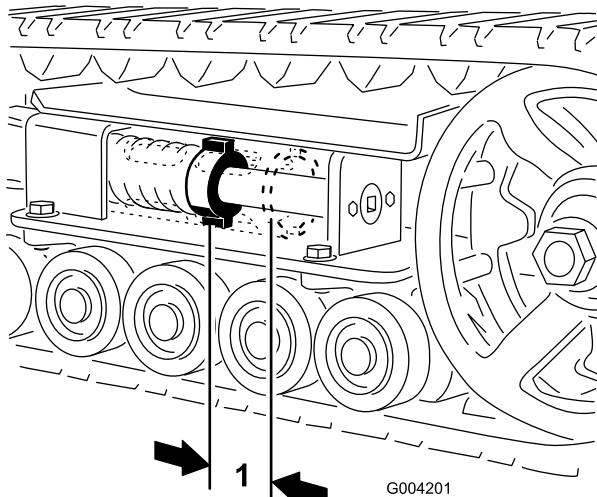
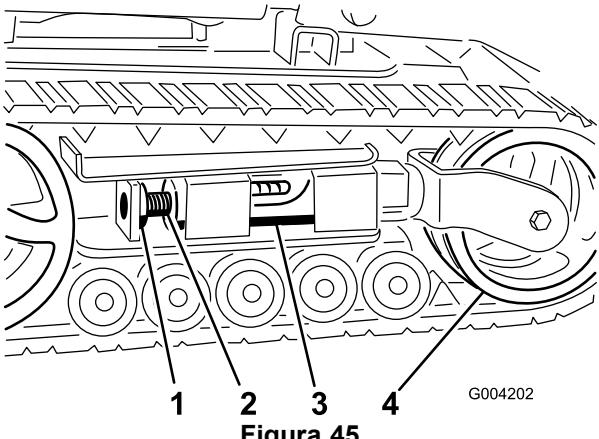
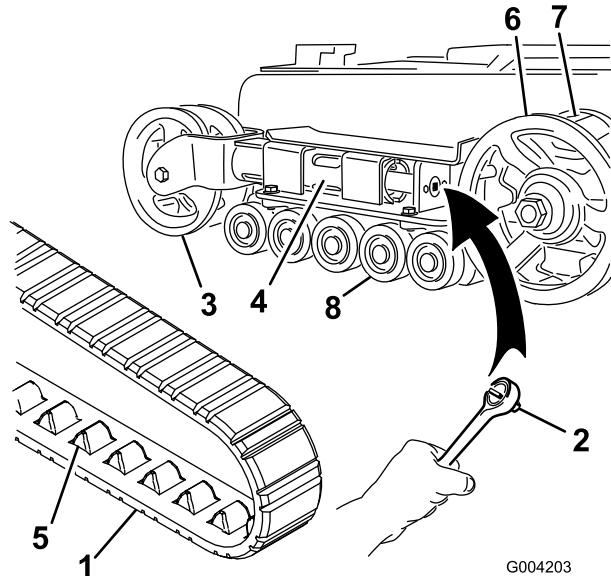
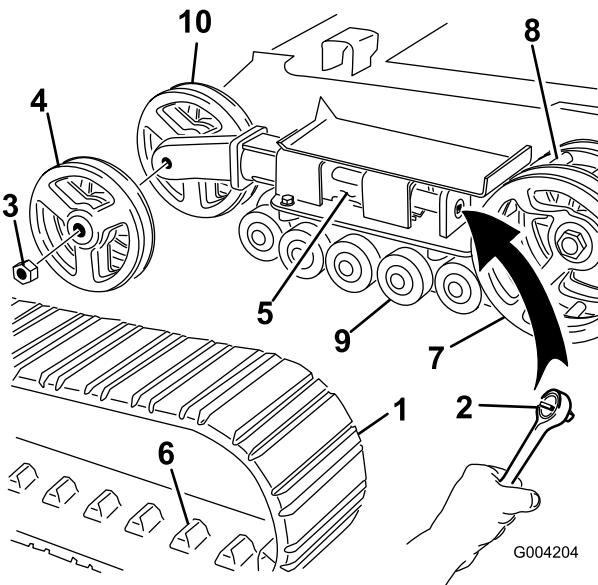

Figura 44
Figura 45
Figura 46
Figura 47
Deve esserci uno spazio di 7 cm tra il dado di tensionamento e la parte posteriore del tubo di tensionamento (Figura 44). In caso contrario, regolare la tensione dei cingoli eseguendo la procedura di seguito riportata:
3. Togliere il bullone di bloccaggio e il dado (Figura 45).
4. Utilizzando una chiave a tubo da 1/2 pollice (Figura 46), girare la vite di tensione in senso antiorario fino a portare la distanza tra il dado di tensione e la parte posteriore del tubo di tensione (Figura 44) a 7 cm.
5. Allineare l'intaglio più vicino della vite di tensione al foro del bullone di bloccaggio e fissare la vite con il bullone di bloccaggio e il dado (Figura 45).
4. Utilizzando una chiave a tubo da 1/2 pollice, scaricare la tensione girando la vite di tensione in senso orario (Figura 45 e Figura 46).
5. Spingere la ruota di tensione verso il retro dell'unità in modo da spostare il tubo della forcella contro il telaio (Figura 46). (se non riesce a toccare il telaio, continuare a girare la vite di tensione fino ad ottenere il contatto).
7. Dopo avere liberato il cingolo dalla ruota di tensione, toglierlo dalla ruota conduttrice e dalle ruote non motrici (Figura 46).
8. Avvolgete il nuovo cingolo iniziando dalla ruota conduttrice e controllando che i denti del cingolo si alloggino tra i distanziali della ruota stessa (Figura 46).
9. Spingere il cingolo sotto e tra le ruote non motrici (Figura 46).
11. Girare la vite di tensione in senso antiorario fino a portare la distanza tra il dado di tensione e la parte posteriore del tubo di tensione (Figura 44) a 7 cm.
- Togliere il bullone di bloccaggio e il dado (Figura 45).
- Utilizzando una chiave a tubo da 1/2 pollice, scaricare la tensione girando la vite di tensione in senso orario (Figura 45 e Figura 47).
- Spingere la ruota di tensione verso il retro dell'unità in modo da spostare il tubo di tensione contro il telaio (Figura 47). (se non riesce a toccare il telaio, continuare a girare la vite di tensione fino ad ottenere il contatto).
- Togliere il dado di fissaggio della ruota di tensione esterna e rimuovere la ruota (Figura 47).
- Togliere il cingolo (Figura 47).
- Togliere il dado di fissaggio della ruota di tensione interna e rimuovere la ruota (Figura 47).
- Montare la ruota di tensione interna e fissarla con il dado tolto in precedenza (Figura 47).
- Montate il nuovo cingolo, accertandovi che gli attacchi del cingolo si inseriscano tra i distanziali al centro della ruota conduttrice (Figura 47).
- Montare la ruota di tensione esterna e fissarla con il dado tolto in precedenza (Figura 47).
- Girare la vite di tensione in senso antiorario fino a portare la distanza tra il dado di tensione e la parte posteriore del tubo di tensione (Figura 44) a 7 cm.